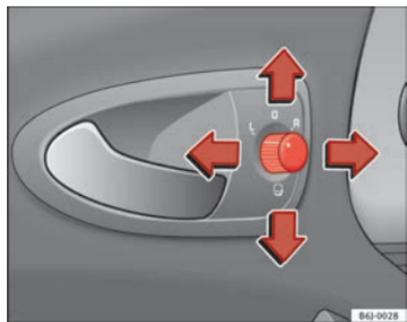

Fig. 67 Mando de los retrovisores exteriores
1. En primer lugar, gire el mando ⇒ fig. 67 hasta la posición **L** (retrovisor izquierdo).
- Gire el mando ⇒ fig. 67 hasta la posición ☐ para plegar los retrovisores exteriores. Para evitar daños en el vehículo, debería plegar los retrovisores exteriores siempre que utilice un túnel de lavado automático.